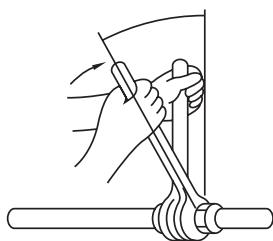

Fig. 5-8
- Breng een dun laagje koelolie aan op het verbindingsvlak van de leiding. (Fig. 5-8)